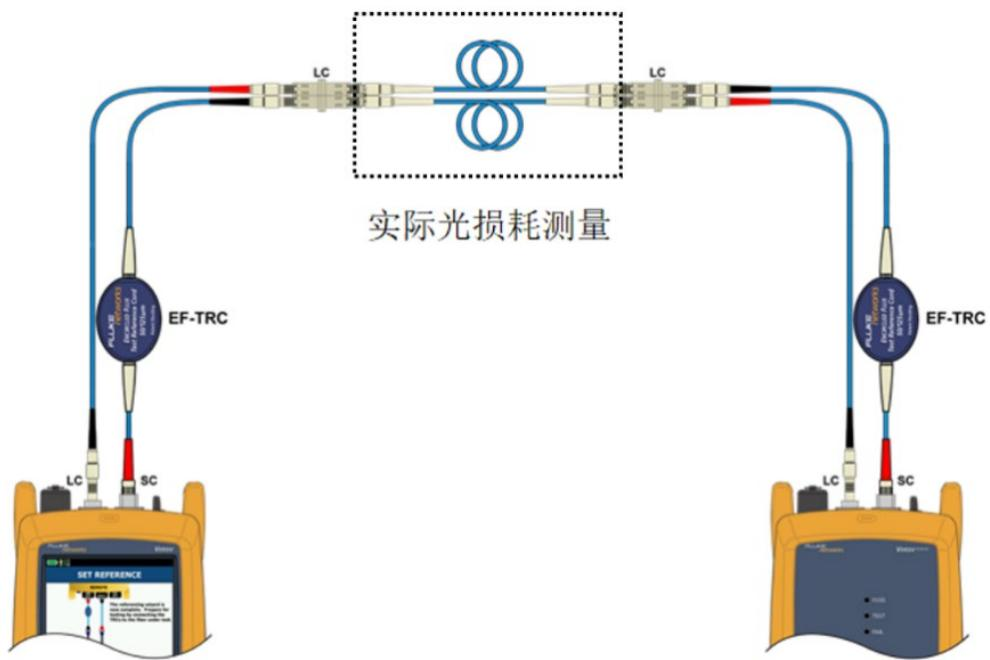

图 2.4.10 三跳线法：接入被测链路
(3) 三跳线法，针对光纤通道链路的被测链路，连接方式如图 2.4.9，图 2.4.10 所示。测试结果不含两端的连接器。